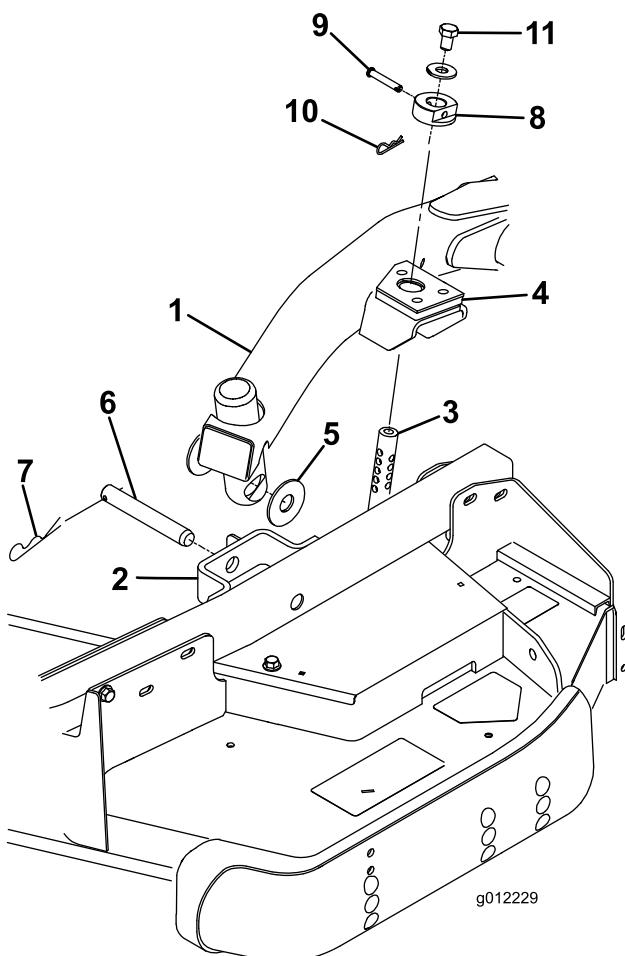

Figura 3
2. Mueva la palanca de elevación a la posición Flotar. Empuje hacia abajo uno de los brazos de elevación hasta que los taladros del brazo de elevación estén alineados con los taladros del soporte del brazo de la rueda giratoria y pueda introducirse la varilla de ajuste de la altura de corte en los alojamientos del brazo de elevación (Figura 3).
3. Fije el brazo de elevación al brazo de la rueda giratoria con (2) arandelas de empuje, un pasador y un pasador de horquilla. Coloque las arandelas de empuje entre el brazo de elevación y el soporte del brazo de la rueda giratoria (Figura 3). Introduzca el extremo del pasador de horquilla en la ranura de la pestaña del brazo de la rueda giratoria para retener el pasador.
(Figura 3). Oriente la cabeza del pasador hacia la parte delantera de la carcasa.
8. Instale un perno de 1/2 x 3/4 pulgada y una arandela en la parte superior de cada varilla de ajuste de la altura de corte (Figura 3).